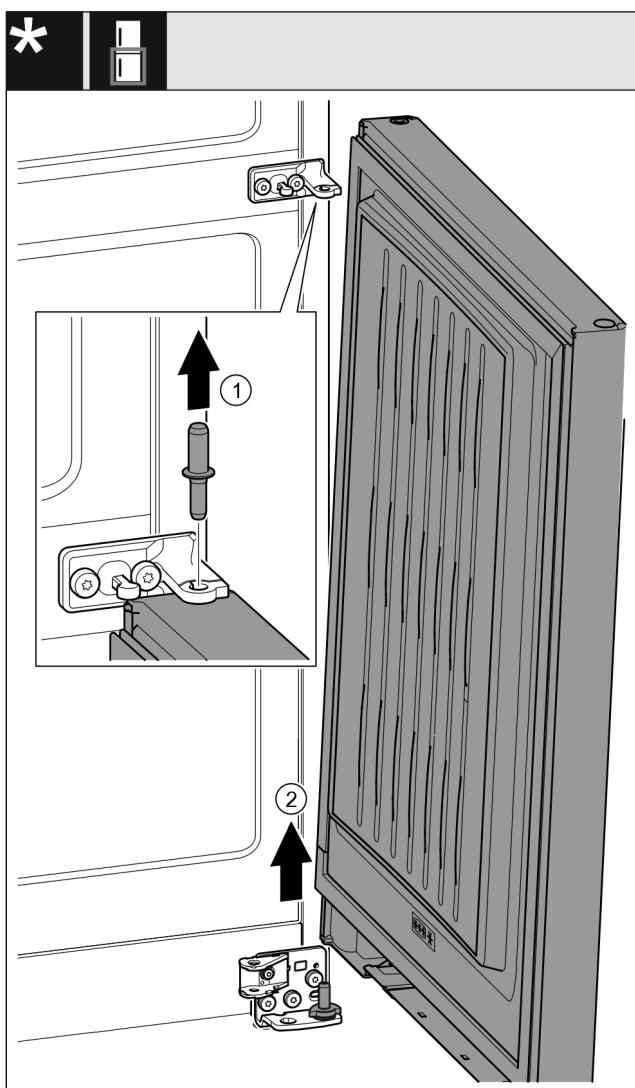

Fig. 21 \*
- Bolzen nach oben herausziehen. *Fig. 21 (1)* \*
- Tür herausschwenken, nach oben ziehen und beiseitestellen. *Fig. 21 (2)* \*